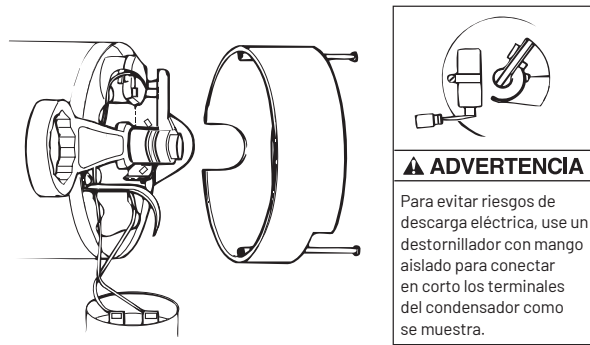

FIGURA 13 - SUJETE EL EJE
4. Si hay que cambiar el impulsor, afloje dos tornillos maquinados y quite la cubierta del motor (Figura 13).
5. **ADVERTENCIA EL VOLTAJE DEL CONDENSADOR PUEDE SER PELIGROSO.** Para descargar el condensador, sujete el destornillador con mango aislado **POR EL MANGO** y conecte en corto los terminales del condensador (Figura 13). No toque la punta de metal del destornillador ni los terminales del condensador. En caso de duda, consulte con un electricista calificado.